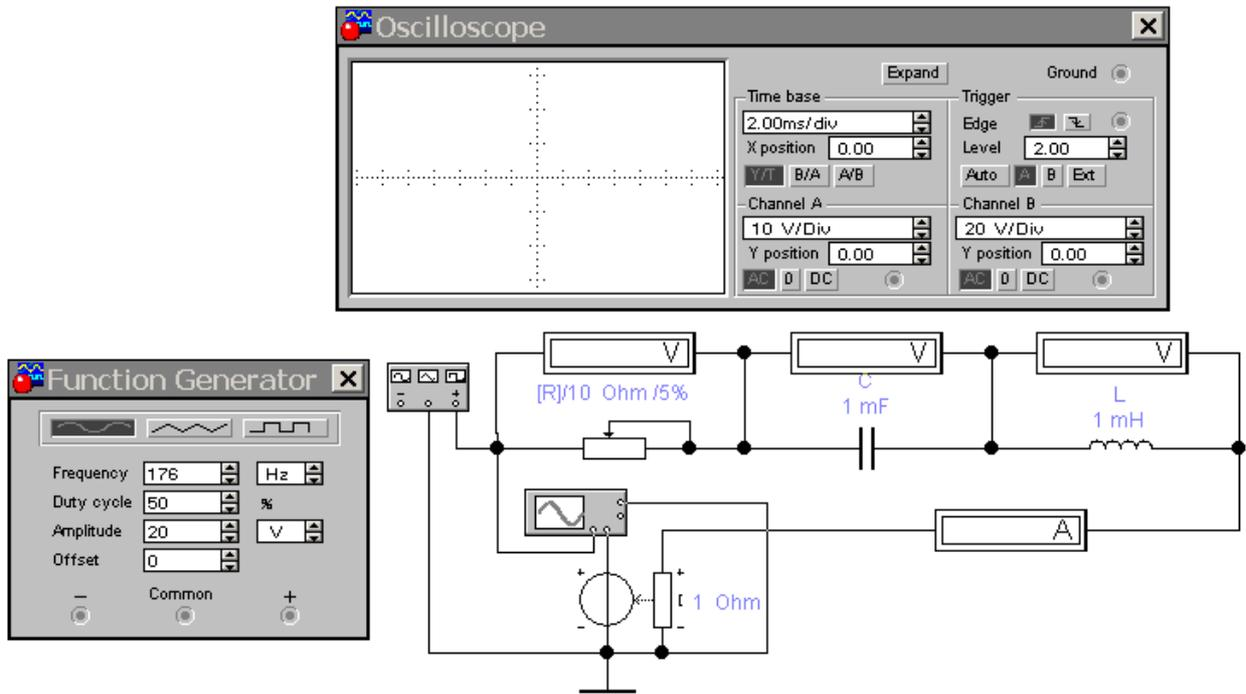

Рисунок 7.9 – Схема неразветвленной RCL цепи
7.3.2 Открыть файл u.ewb со схемой, показанной на рис. 7.9.